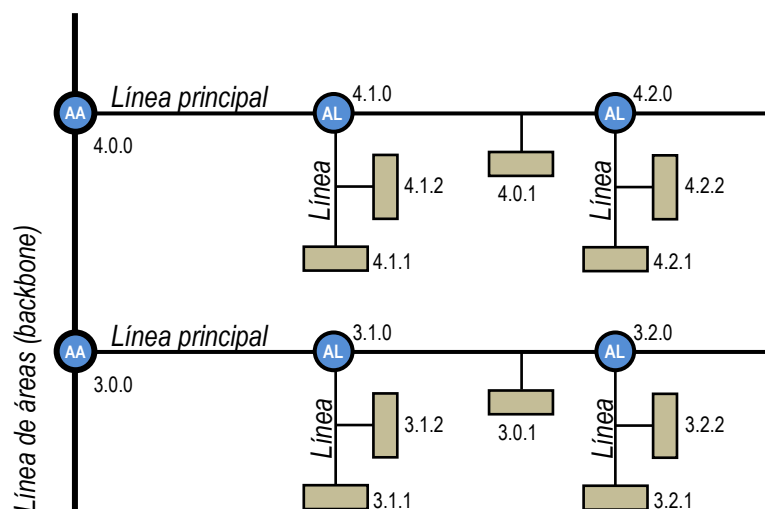

Figura 4 Acoplamiento de líneas
La Figura 4 representa un escenario típico. El IP Router CL podría instalarse en todos los nodos marcados como “AA” (acoplador de áreas) o “AL” (acoplador de líneas):
Ejemplo: en el ejemplo de la Figura 4, cuando el acoplador con dirección 3.2.0 lea en la línea principal un telegrama destinado al dispositivo con dirección física 3.1.2, comparará ambas direcciones y determinará que 3.1.2 no pertenece a la línea secundaria, por lo que no transmitirá el telegrama.
- *El dispositivo que genera el telegrama debe tener asignada una dirección física que realmente corresponda a su línea. En la Figura 4, si el dispositivo con dirección física 3.1.1 (por ejemplo, un programador USB-KNX) pasa a tener la dirección 7.7.255, no será capaz de hacer llegar telegramas a, por ejemplo, el dispositivo con dirección 4.0.1.*
- *Dado que la programación de los dispositivos se efectúa mediante telegramas dirigidos a direcciones físicas, para poder efectuar descargas sobre un dispositivo de una línea (por ejemplo, el 4.1.1 de la Figura 4) desde un programador instalado fuera de esa línea, es necesario que el acoplador permita pasar todas las direcciones físicas desde la línea principal.*